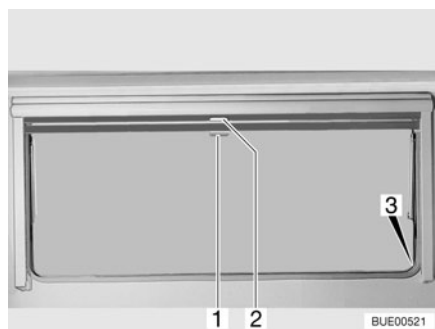

Fig. 56 Ventana abatible
- Tirar del asidero (Fig. 56,2) de la persiana oscurecedora enrollable hacia abajo. Cuando la persiana oscurecedora enrollable se cierre por completo, encajarla en el bloqueo (Fig. 56,3) a ambos lados del marco de la ventana.
- Cuando la persiana oscurecedora enrollable está completamente cerrada: Presionar el tirador (Fig. 56,2) hacia abajo y tirarlo ligeramente hacia dentro. Desenganchar la persiana oscurecedora enrollable de los bloques a izquierda y derecha del marco de la ventana.
- Cuando la persiana oscurecedora enrollable se encuentre en una posición intermedia: Tirar ligeramente del asidero (Fig. 56,2) hacia abajo, hasta que se hay soltado el bloqueo.
- Tirar hacia abajo de la mosquitera enrollable (Fig. 56,1) y engancharla en el bloqueo (Fig. 56,3) a ambos lados del marco de la ventana.
- Presionar el tirador (Fig. 56,1) hacia abajo y tirarlo ligeramente hacia dentro. Desenganchar la mosquitera enrollable de los bloques a izquierda y derecha del marco de la ventana.